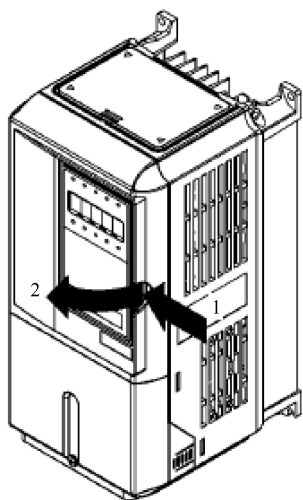

图 3-14 数字式操作器的拆卸
① 数字式操作器的拆卸。将数字式操作器侧面的把手沿着 1 的方向按下，使其与前外罩脱开，并沿 2 的方向抬起，如图 3-14 所示。